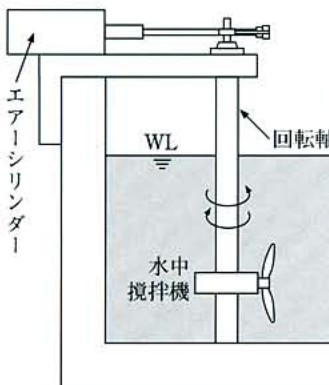

図1
- ①エアースリンダーを使用し水中攪拌機が左右に動くようにした。(図 1. 2)
- ②攪拌能力を高めるためプロペラ外径を大きくした。